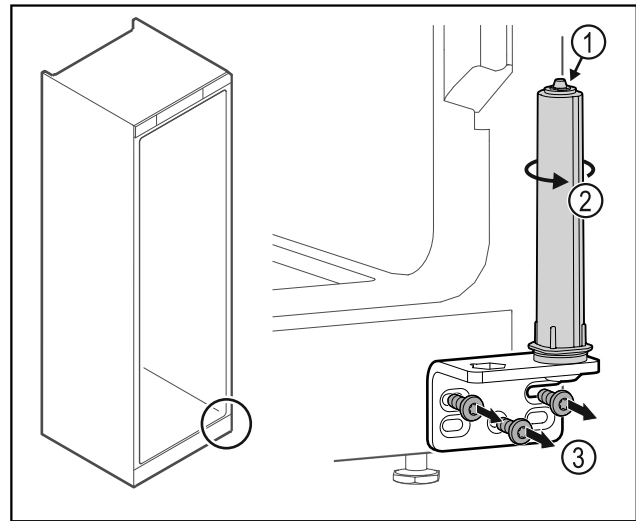

Fig. 32
- Ta inte isär dörrlåssystemet Fig. 32 (1).
- Vrid låssystemet Fig. 32 (2) tills det klickar.
- Skruva av gångjärnsfästet Fig. 32 (3).